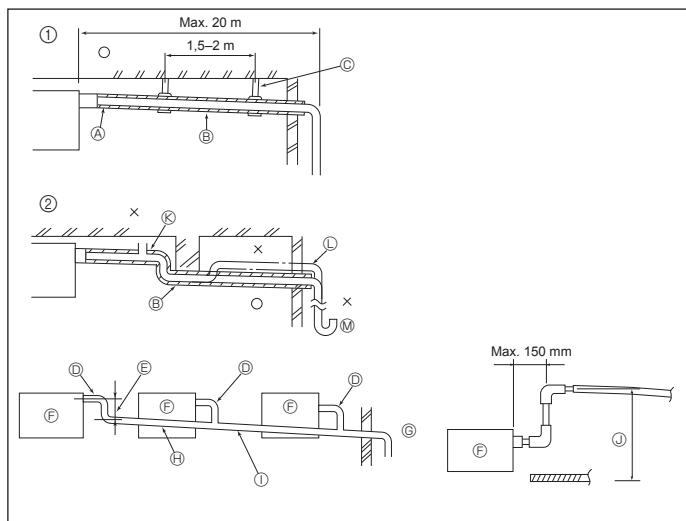

Fig. 6-1
6.1. Installatie van Draineerbuizen (Fig. 6-1)